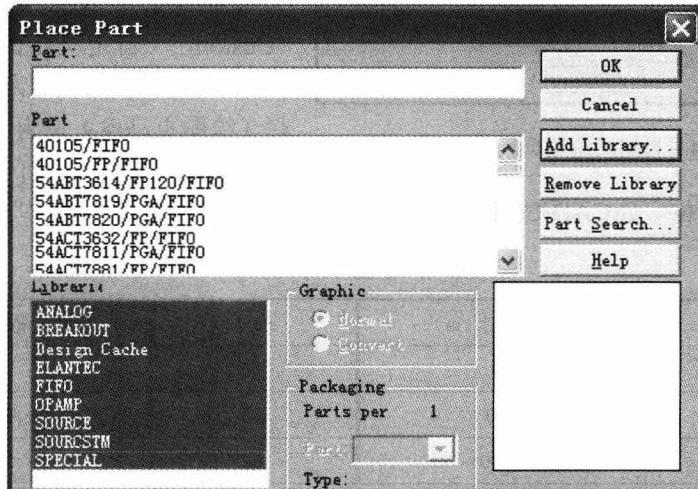

图 1-12 “Place Part” 放置元件对话框
放置元件选择  图标，出现如图 1-12 所示的“Place Part”放置元件对话框。
→ 打开① 按钮，就可以将 abm.olb 元件库加入到图 1-12 中的 Libraries 栏内，就可以使用 abm.olb 元件库中的元件了。原则上，非必要的元件库尽量不要载入，因为它们会消耗内存资源，降低个人电脑的工作效率。
选取元件的操作如下：选择“Place”→“Part...”或是单击 \square 按钮或快捷键 Shift+P，就会调出如图 1-12 所示的“Place Part”放置元件对话框。